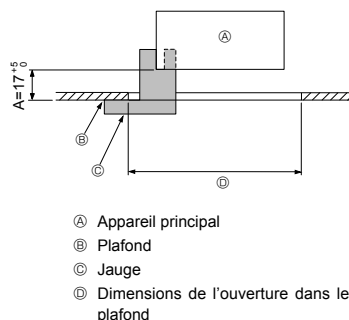

Fig. 2-6
- S'assurer que le point A s'effectue dans une fourchette allant de 17 à 22 mm. Le non respect de cette marge pourrait être à l'origine de certains dégâts. (Fig. 2-6)